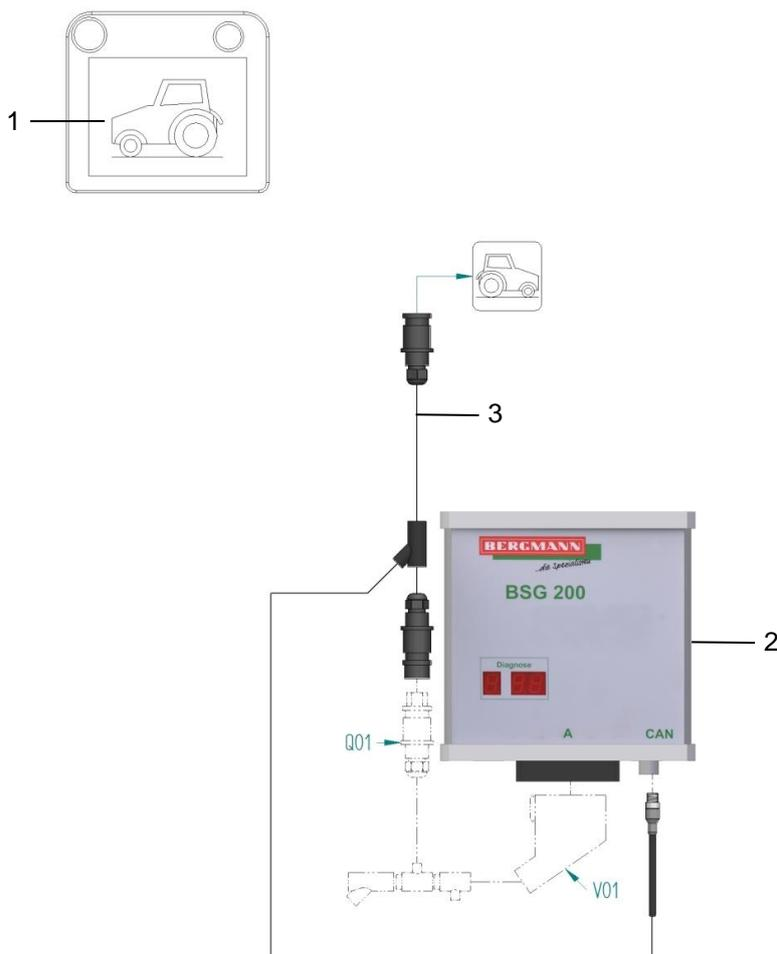

Bild 11: Anschlussschema des Terminals ISOBUS mit BSG200
- Verbinden Sie die Anschlüsse des Versorgungskabels (Bild 11 / Pos.3) mit den entsprechenden Anschlüssen des Kabelbaums, des Steuergerätes BSG200 (Bild 11 / Pos.2) und der Stromversorgung am Traktor unter Berücksichtigung der nachfolgenden Daten: